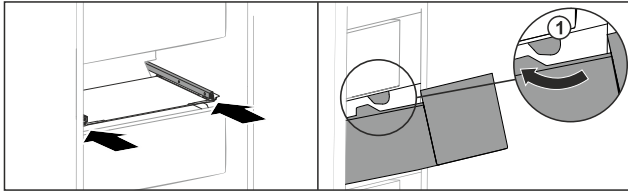

Fig. 94
- ▶ Schubfach um die Stopper Fig. 94 (1) herumführen.